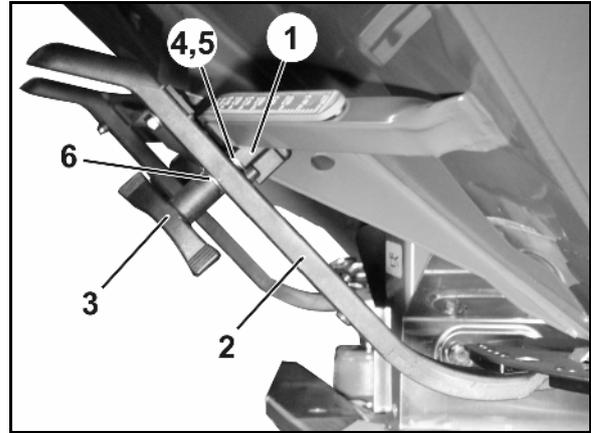

Fig. 66
6. Ajustar o dispositivo de aperto (Fig. 66/1) para a alavanca de ajuste (Fig. 66/2) do seguinte modo:
- 6.1 Desenroscar a porca de orelhas (Fig. 66/3).
- 6.2 Retirar o parafuso e trocar a posição das duas anilhas (Fig. 66/4) de trás (Fig. 66/5) para a frente (Fig. 66/6).